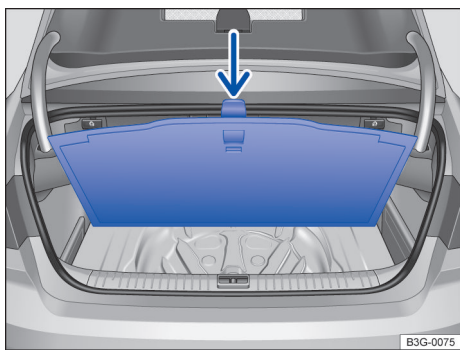

Fig. 177 No compartimento de bagagem: assoalho do compartimento de bagagem enganchado.
- Para travar, enganchar a cobertura do compartimento de bagagem no gancho integrado da alça na vedação da borda superior do compartimento de bagagem → Fig. 177 (seta).